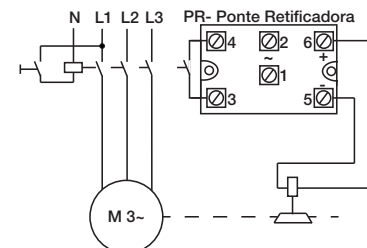

Figura 2 - Esquema de ligação na ponte retificadora para frenagem rápida
B) **Frenagem rápida:** para frenagem rápida, a ponte retificadora deve ser alimentada conforme esquema de ligação indicado na Figura 2 e Tabela 1.